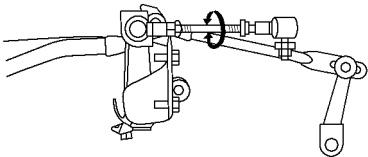

图 10-49 调整换挡连杆的长度
3) 在标准间隙的条件下，调整换挡连接杆的长度，如图 10-49 所示。